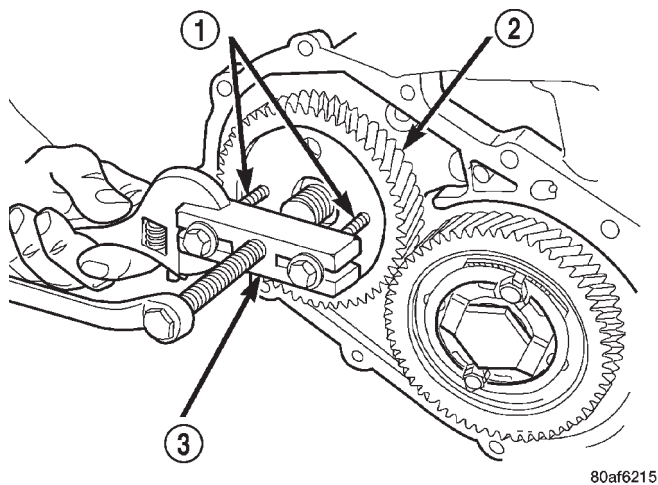

Fig. 48 Desmontaje del engranaje del eje de transferencia
(39) Con la herramienta L-4407A, retire el engranaje del eje de transferencia (Fig. 48).